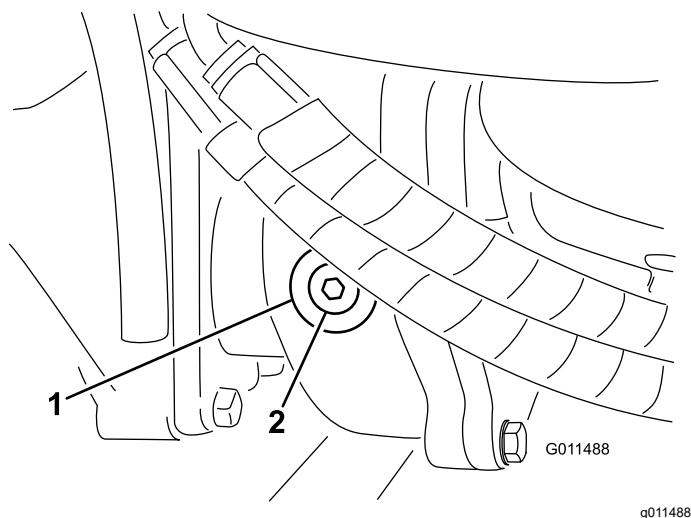

Figura 68
2. Retire el tapón de verificación/llenado del lado izquierdo de la caja de engranajes y asegúrese de que el lubricante llega al borde inferior del orificio (Figura 68).